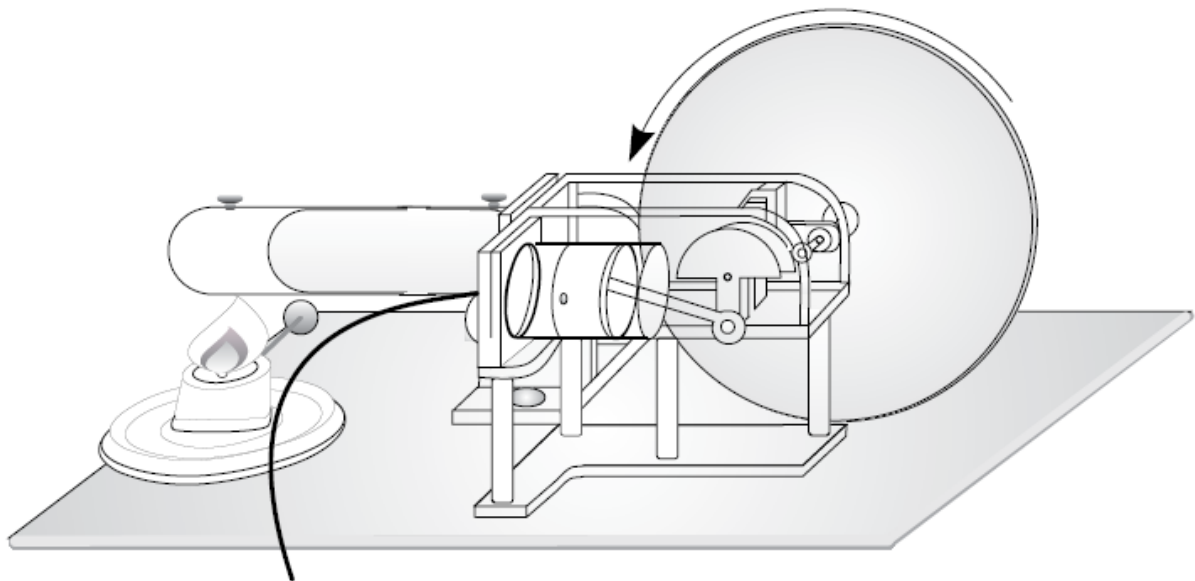

Fig. 4 Aceitação dos valores de funcionamento na coroa de trabalho
- Criar conexão de pressão entre canal „positivo“ do box do sensor e a abertura de conexão da mangueira do cilindro de trabalho (vide fig. 4).